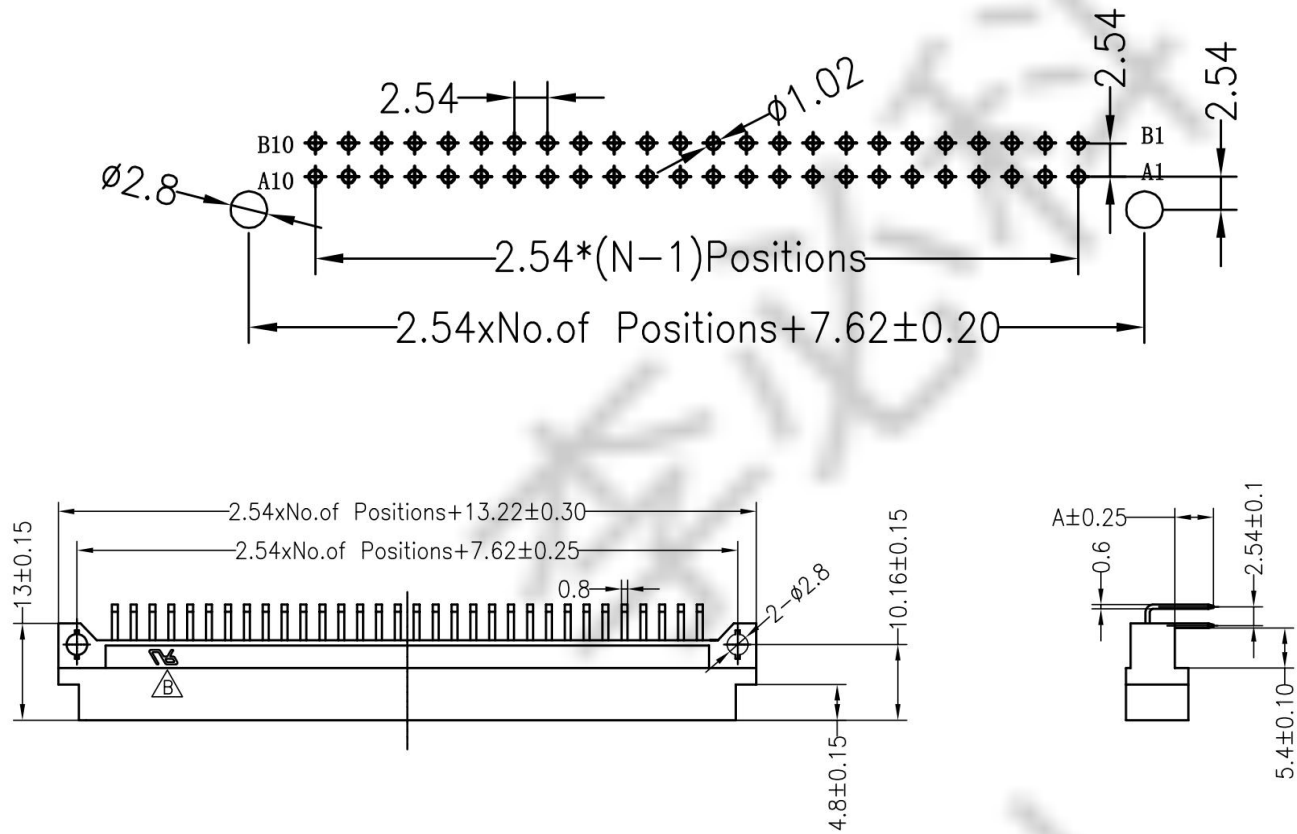

图 2（单位：mm）
- 2、在库文件 myLib 中，根据图 2 给出的相应参数创建 USB 插座的 PCB 封装，命名为 MY_CONN，并在生成电路板中调用，（注：单位为 mm）；